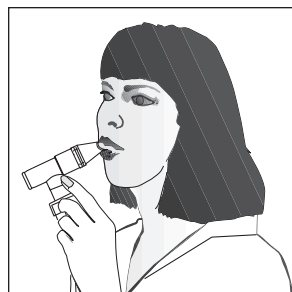

Figure 7
10. Commencer le traitement en plaçant l'embout buccal entre les dents. À mesure que l'aérosol commence à s'écouler, inspirer profondément et lentement par la bouche, avec la bouche fermée, et expirer ensuite lentement par la pièce buccale **Figure 7**. S'il faut interrompre le traitement, mettre simplement l'interrupteur sur la position d'arrêt (Off).